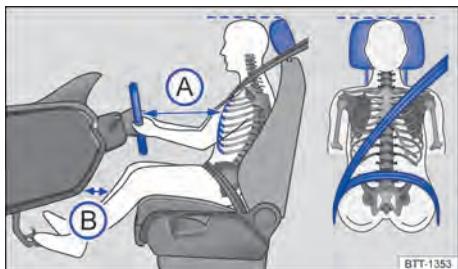

Fig. 27 Distância correta do condutor em relação ao volante, posição correta do cadarço do cinto de segurança e ajuste correto do apoio para cabeça.
- Ajustar o banco de modo que a distância entre o volante e o tórax tenha no mínimo 25 cm → Fig. 27 (A) e que o condutor possa segurar o volante pela borda externa com as duas mãos e os braços ligeiramente dobrados.
- Ajustar o banco do condutor na direção longitudinal de modo que os pedais possam ser acionados com as pernas ligeiramente arqueadas e a distância para o painel de instrumentos na área do joelho seja de, no mínimo, 10 cm → Fig. 27 (B).
- Para os bancos com apoio para cabeça: ajustar o apoio para cabeça de modo que a sua borda superior se encontre preferencialmente na mesma linha da parte superior da cabeça → Fig. 27 – porém não abaixo da altura dos olhos. Posicionar a parte posterior da cabeça o mais perto possível do apoio para cabeça.